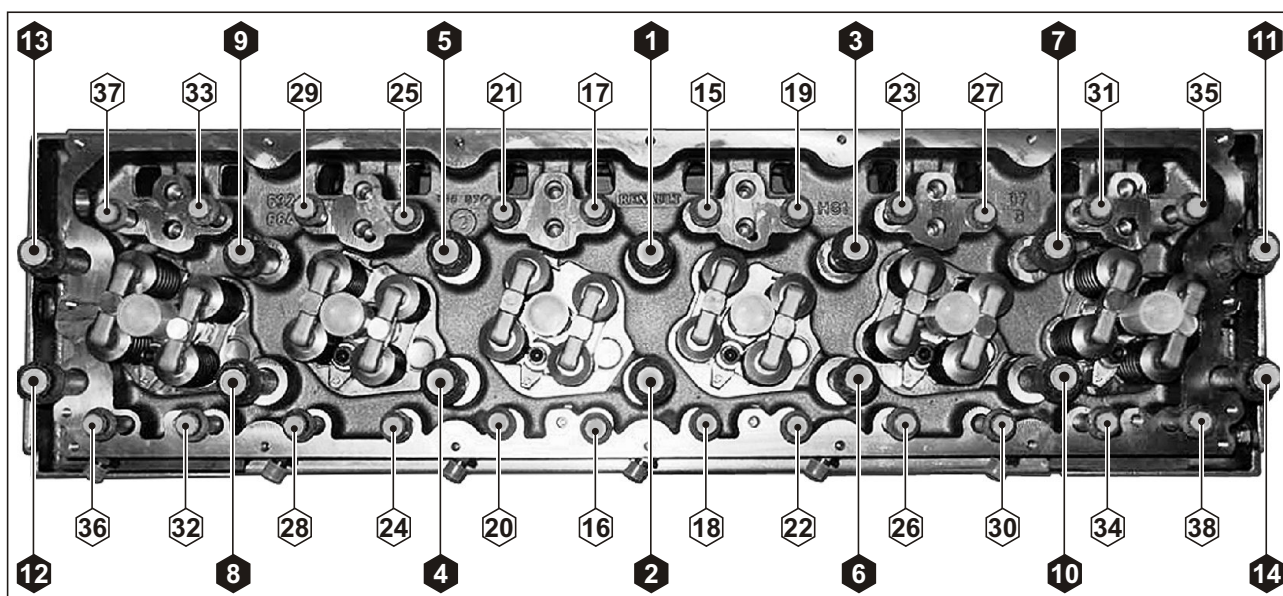

Рис. 117. Порядок затяжки болтов головки блока цилиндров.
5. Наживить болты крепления головки блока цилиндров и затянуть в порядке, указанном на Рис. 117.